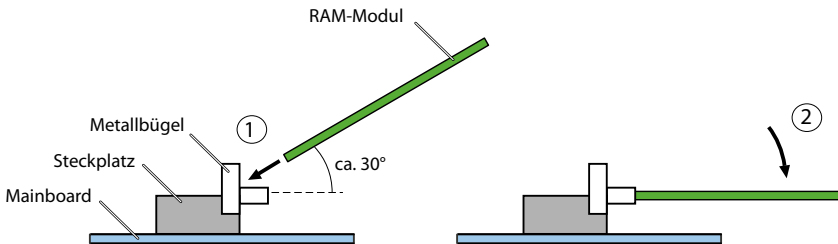

Fig. 81 RAM-Modul wechseln
4. Platzieren Sie das RAM-Modul leicht angewinkelt in den Steckplatz (siehe Fig. 81).